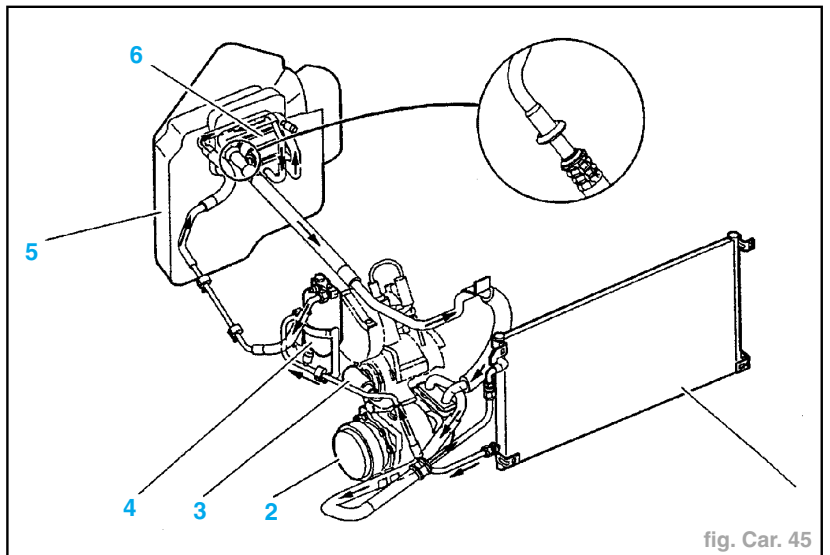

fig. Car. 45
- Le circuit de climatisation se compose des éléments suivants (fig. Car. 45) :
- condenseur (1),
- compresseur (2),
- pressostat (3),
- réservoir déshydrateur (4),
- évaporateur (5),
- détendeur (6).